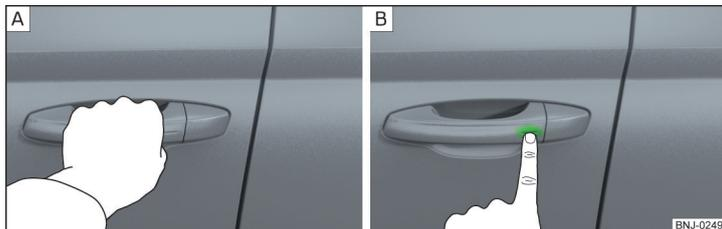

Fig. 31 Destancar o veículo / trancar o veículo
- Agarrar a maçaneta da porta para **destrancar** » Fig. 31 - **A** o veículo.
- Tocar o sensor na maçaneta da porta com o dedo para **trancar** » Fig. 31 - **B** o veículo.